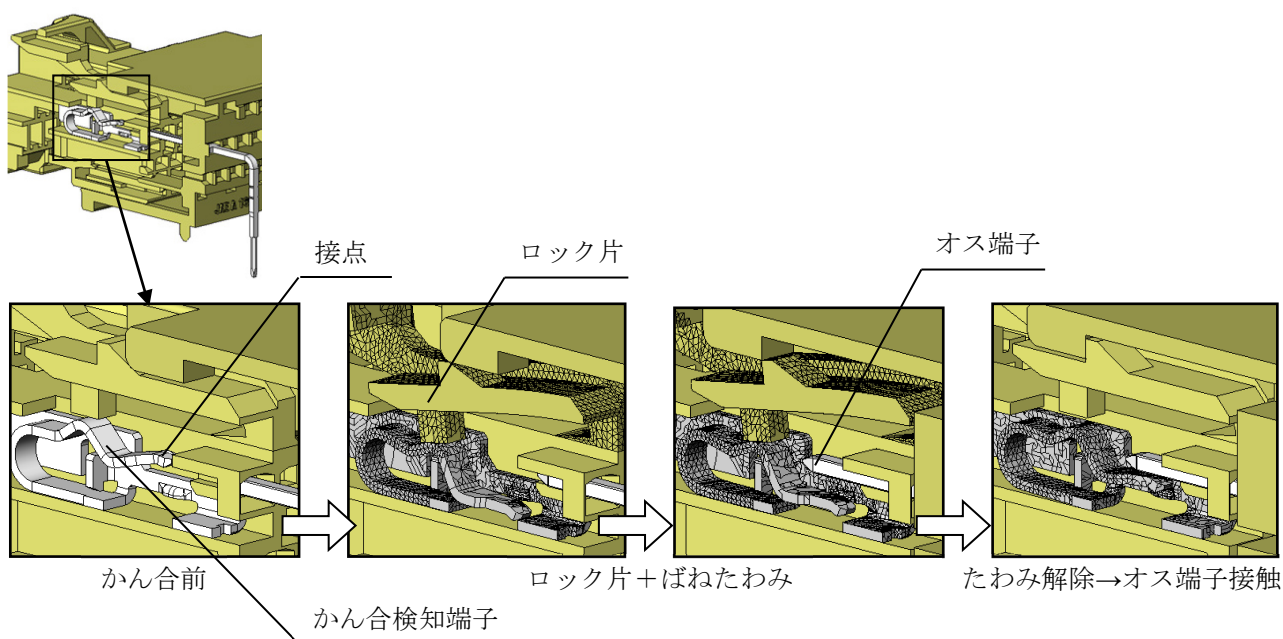

図 5. かん合検知端子(定点接触構造)
- ・未かん合状態・・・ロック片(図5参照)がたわむ前の状態で、かん合検知端子が未接触な状態
定点接触構造を図 5 に示します(定点接触：接点の移動が無い接触)。